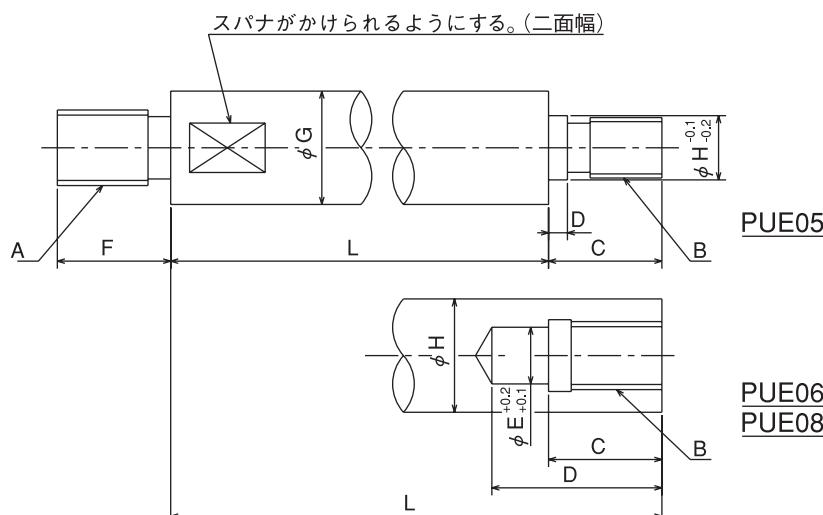

図 12
- ・ドローバーは図 12 の寸法 H を守り、引張り強さ 380MPa(38kgf/mm2)以上の材質を使用する必要がある。